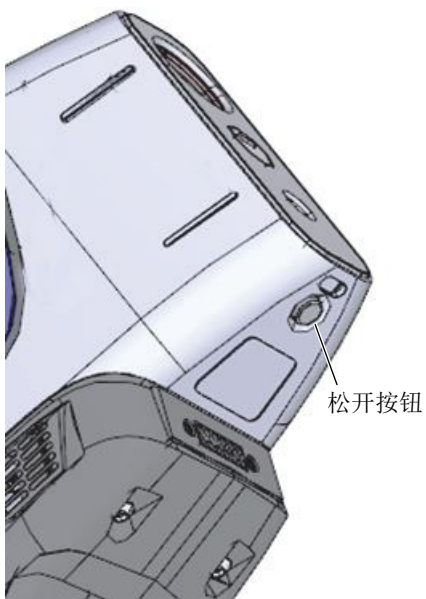

图 4-1 探头底部的面板松开按钮
2. 用力推动探头底部的按钮，使铰接面板从底面上松开（参见第92页的图 4-1）。